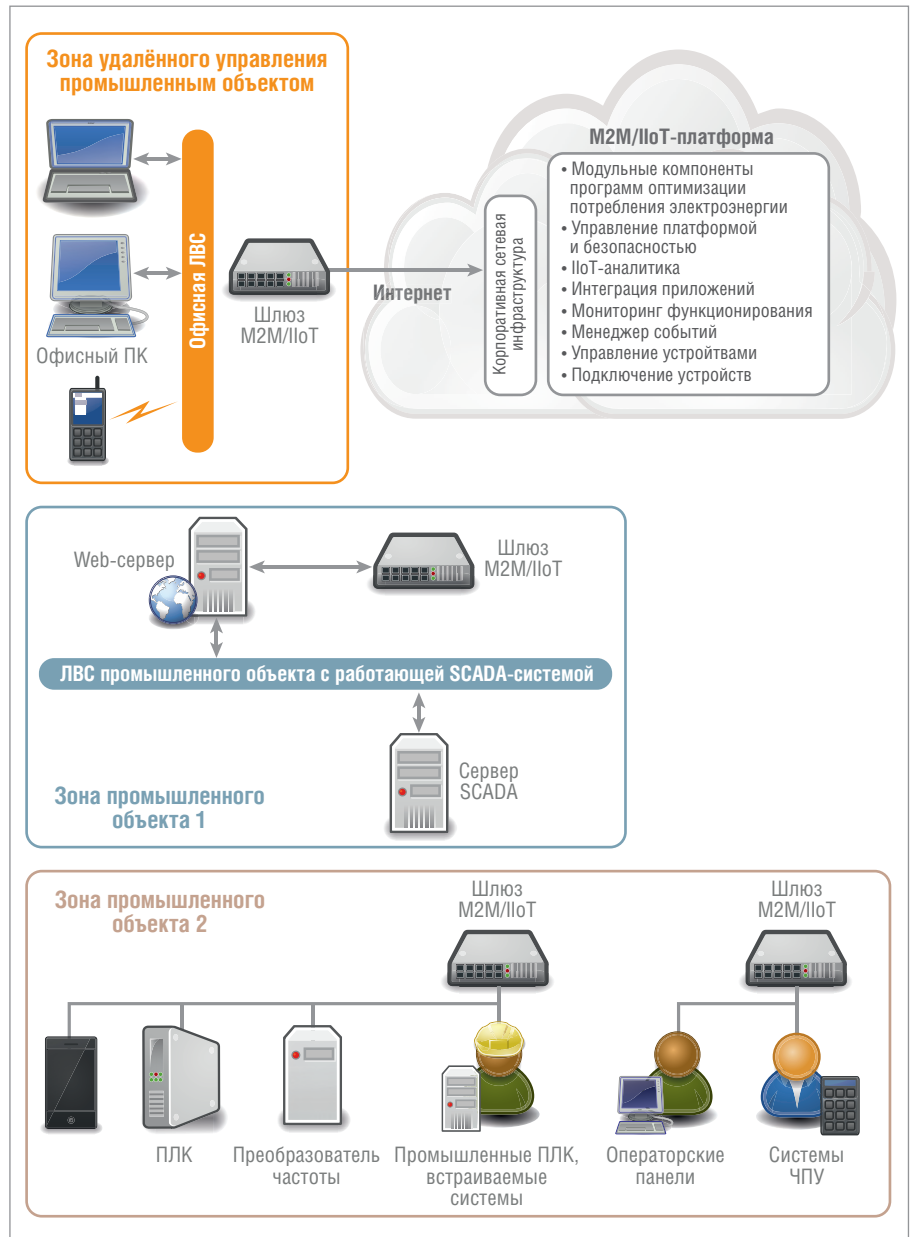

Рис. 1. Структура вариантов современных технологий и средств ПоТ
Очевидно, что большинство решений ПоТ основывается на Ethernet-технологиях, приоритетами которых являются открытость и предоставление информации от широкого спектра оборудования в единой сети, а также реализация эффективного обмена между АСУ ТП и всевозможными ИТ-системами, включая ERP (управление ресурсами), MES (управление производством), CRM (управление продажами). На структурной схеме (рис. 1) приведена общая конфигурация средств ПоТ, отражающая состав хорошо известных аппаратно-программных средств для реализации специальных алгоритмов ОПЭ.
Существует два вида промышленных объектов, с позиций способа организации контроля и управления энергопотребляющим промышленным оборудованием: оснащённые SCADA-системами и не имеющие интегрированных программно-аппаратных средств сбора, обработки и анализа информации (рис. 1, зоны промышленных объектов 1 и 2 соответственно).
2. Постоянно и методично развивающаяся инфраструктура облачных сервисов, включающих серверы сбора и обработки данных, справочно-информационные архивы, а также платформы M2M/IoT (например, Everyware Cloud), которые управляют распределёнными устройствами и подключением приложений надёжных и безопасных облачных сервисов (рис. 1).